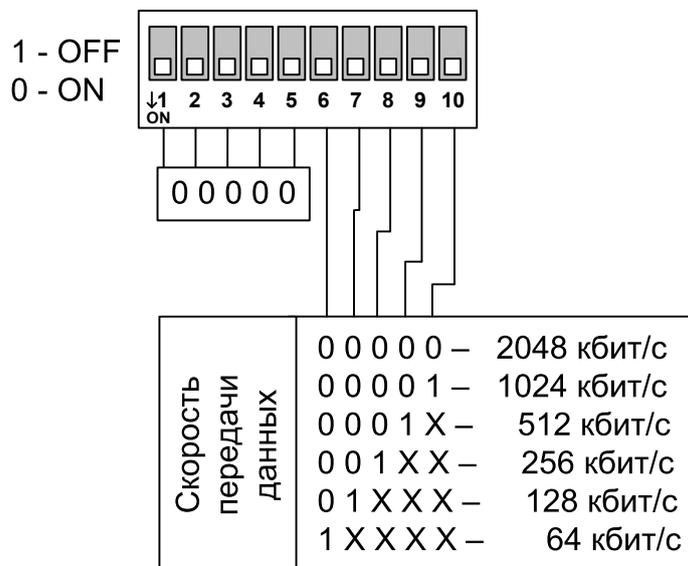

Рис. 4.2-2. Переключатели S1 в режиме без цикловой организации (Unframed)
- Выбор в качестве начального интервала комбинации 00000 соответствует заданию режима без цикловой организации (см. рис. 4.2-2).